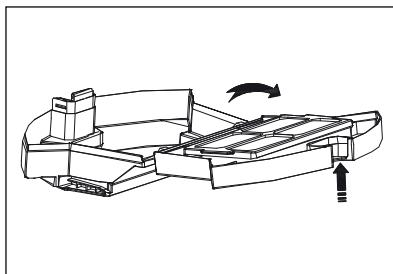

Fig. 8
- 2) Appuyez sur la touche de déverrouillage **⑬** du bac à poussière **⑯** et ouvrez-le en relevant le couvercle (voir fig. 8).